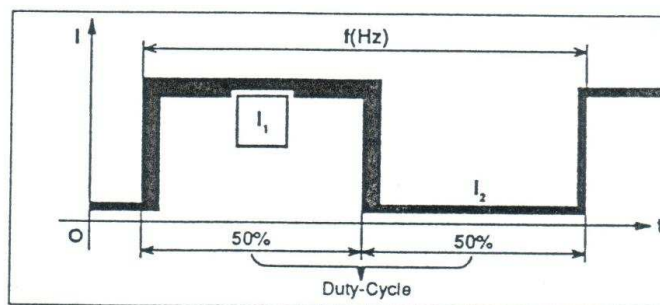

Fig. 15
**2) Exemple de réglage (Fig. 15) :**